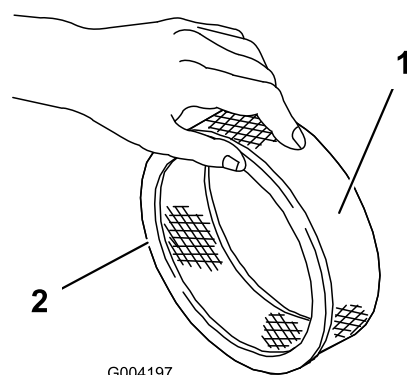

図 45
5. ペーパー・フィルタに汚れや油汚れ、ゴムシールの傷がないか点検する(図 45)。
1. ペーパー・エレメントにスポンジ・エレメントを注意深く取りつける(図 45)。